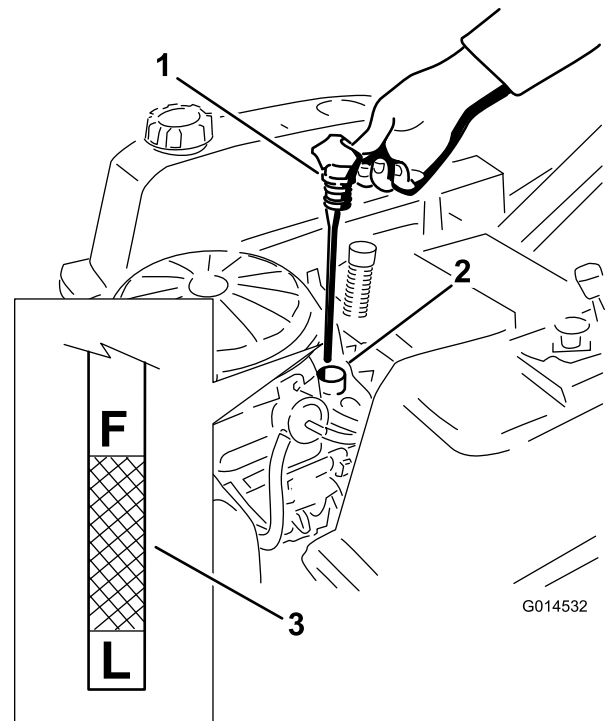

Figura 29
5. Retire a vareta e verifique o nível de óleo. (Figura 29).
4. Puxe e retire a tampa/vareta; limpe o óleo. Volte a inserir a vareta e empurre-a firmemente para o lugar (Figura 29).
7. Rode a válvula de drenagem 1/4 no sentido contrário aos dos ponteiros do relógio para abrir e deixar o óleo drenar (Figura 31). Remova a tampa/vareta (Figura 29).
14. Coloque lentamente cerca de 80% da quantidade de óleo especificada no bocal de enchimento do óleo (Figura 29).
15. Volte a colocar a tampa de enchimento/vareta e empurre-a firmemente para o lugar (Figura 29).
16. Verifique o nível de óleo (Figura 29); consulte a secção Verificação do nível do óleo.
18. Volte a colocar a tampa de enchimento/vareta e empurre-a firmemente para o lugar (Figura 29).